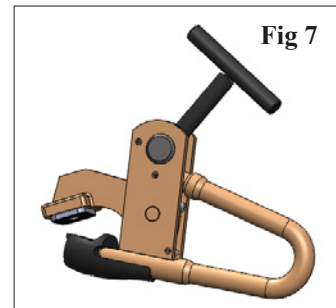

Fig 7
**Dækklemme med beskyttelsesdæksel og beskyttelsespudding (Fig. 7)**